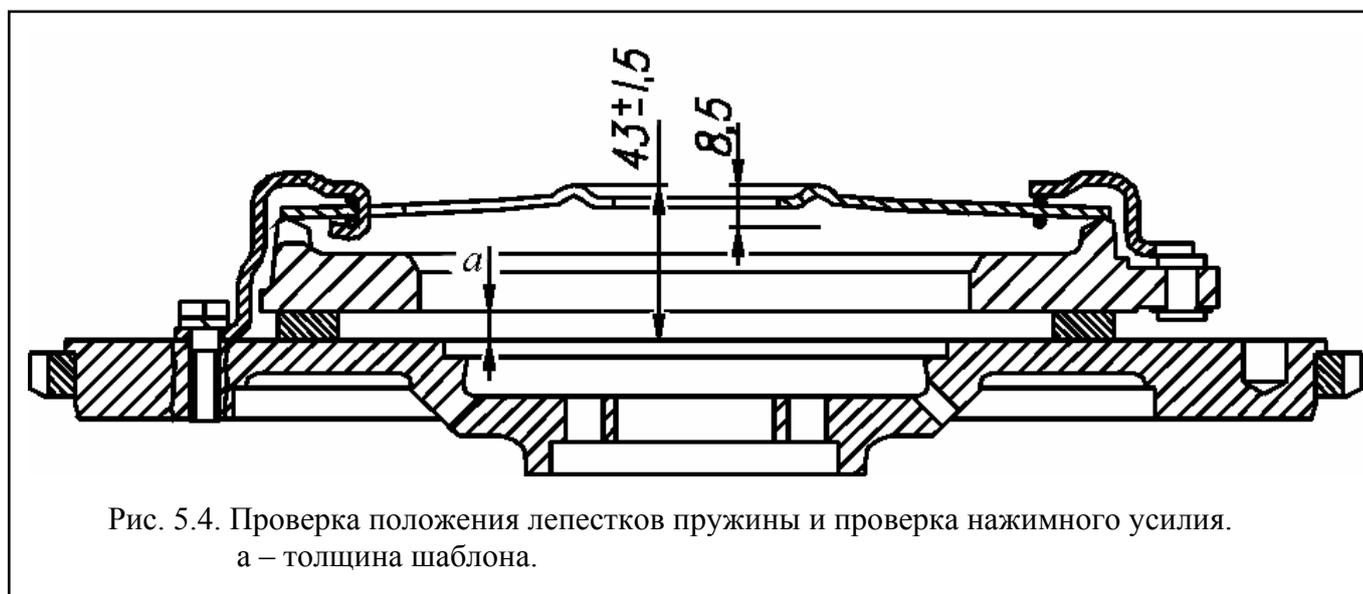

Рис. 5.4. Проверка положения лепестков пружины и проверка нажимного усилия.
- закрепить ведущий диск на плите или на маховике (рис. 5.4), равномерно по окружности поместив между ними шаблон ведомого диска или три шайбы толщиной 9 мм для диска 4173.1601090 (для УАЗ) и толщиной 8 мм для диска 406.1601090 (для «ГАЗель»);